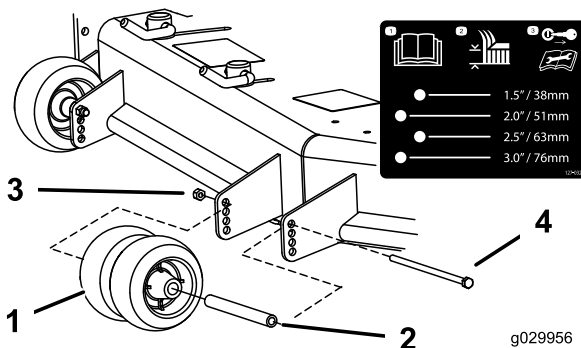
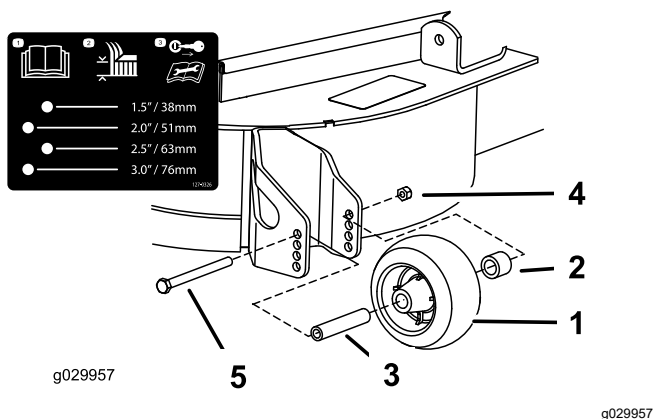

Bild 30
Bild 31
3. Stellen Sie die Antiskalpierrollen ein, wie in Bild 29, Bild 30 und Bild 31 abgebildet.